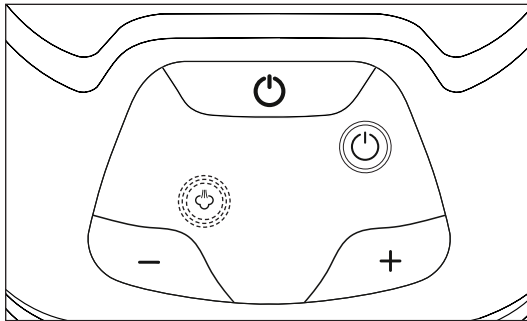

Fig. 6
- 2) Premere il tasto On/Off **13** per accendere l'apparecchio. La spia di controllo On/Off **14** si accende con luce blu e la spia di controllo del vapore **basso** **18** lampeggia con luce blu (vedere fig. 6).